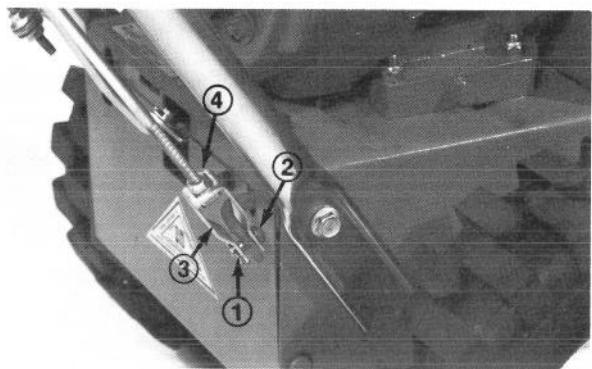

Abb. 29
2. Splint und Gabelkopsplint, mit denen der Gabelkopf am unteren Gestänge befestigt ist, entfernen (Abb. 29).